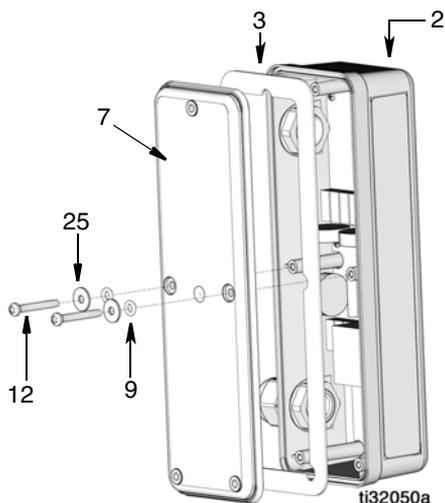

FIG. 4
5. Rimuovere le due viti (12), le rondelle (25) e gli O-ring (9) dal pannello di copertura del PAC (7), quindi rimuovere il pannello e la guarnizione (3) dalla cassetta elettronica del PAC (2) (FIG. 4).